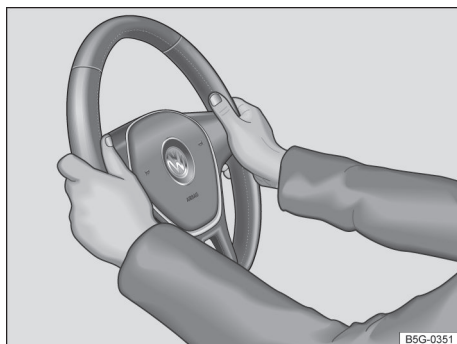

Fig. 66 No volante: posição 9 e 3 horas.
- Ajustar a posição do volante de forma que possa segurá-lo lateralmente pela borda externa *na posição de 9h e 3h* → Fig. 66 com ambas as mãos e os braços ligeiramente dobrados.
- Pressionar a alavanca ① sempre com firmeza para cima após o ajuste, para que o volante não mude sua posição durante a condução.
- Durante a condução, sempre segurar o volante com ambas as mãos lateralmente na borda externa *na posição de 9h e 3h* → Fig. 66, para reduzir ferimentos causados por um acionamento do airbag frontal do condutor.